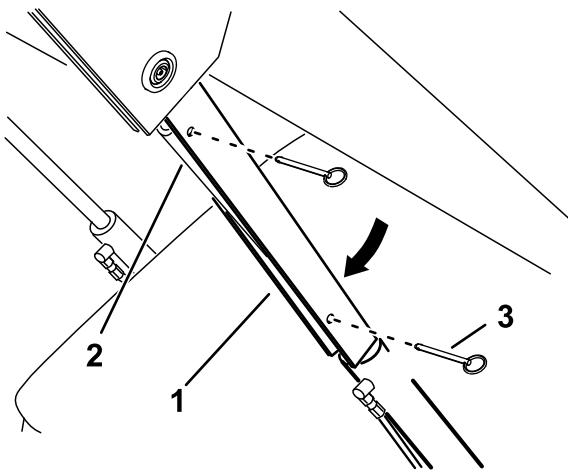

Bild 32
5. Schieben Sie das Zylinderschloss auf die Hubzylinderstange (Bild 32).